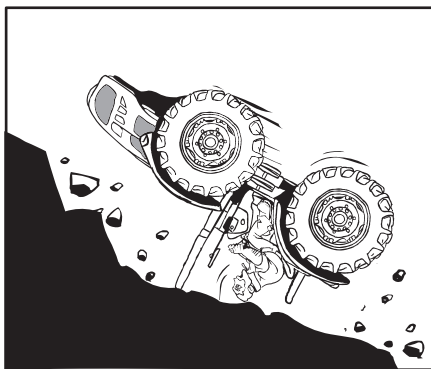

Fig. 2.15
- Se operate vicino a fossati e sponde, mantenete il trattore dietro alla linea di frattura. Evitate fossati, argini, terrapieni e sponde di fiumi che potrebbero cedere (Fig. 2.15).